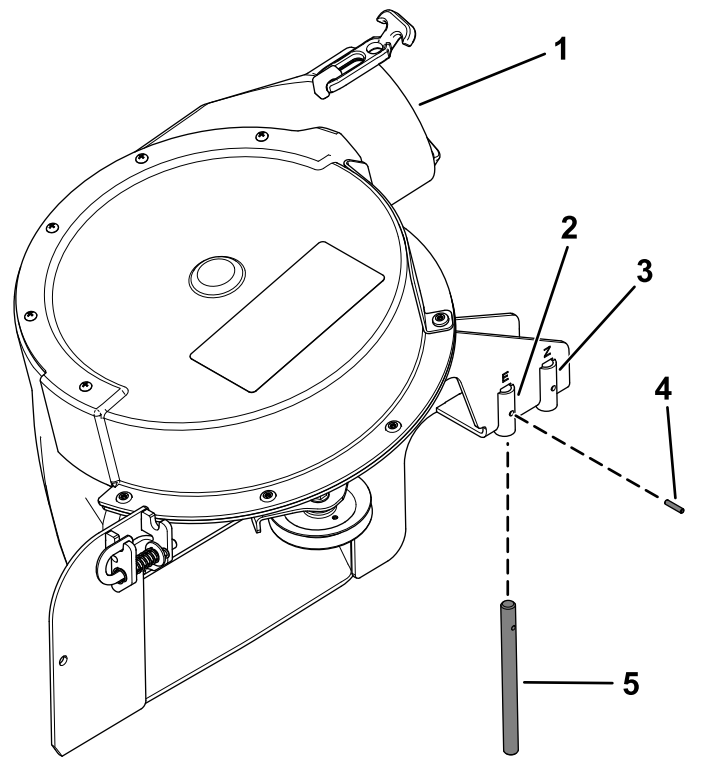

図 39
ピボットピンがブロアアセンブリの所定位置に固定されていることを確認する 図 39。
- 48" と 52" のデッキでは、ピボットピンを前側の穴に取り付ける 図 39。
- 60" のデッキでは、ピボットピンを後側の穴に取り付ける 図 39。